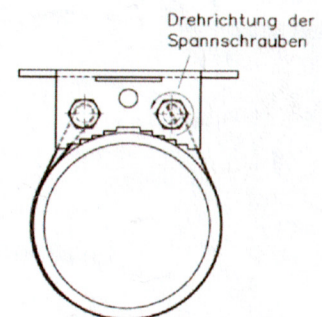

Abb. 2
2. Zugespitztes Stahlbandende in Schlitzschrauben stecken und Schraubenkopf nach links drehen. Hierbei wickelt sich das Stahlband um die Spannschraube und die Bandschelle wird gespannt. (Abb. 2)